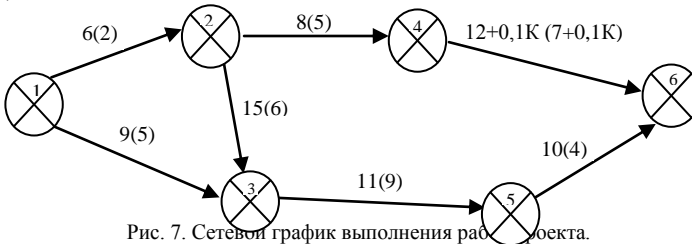

Рис. 7. Сетевой график выполнения работ проекта.
1. Сетевой график выполнения работ проекта имеет следующий вид (рис. 7).